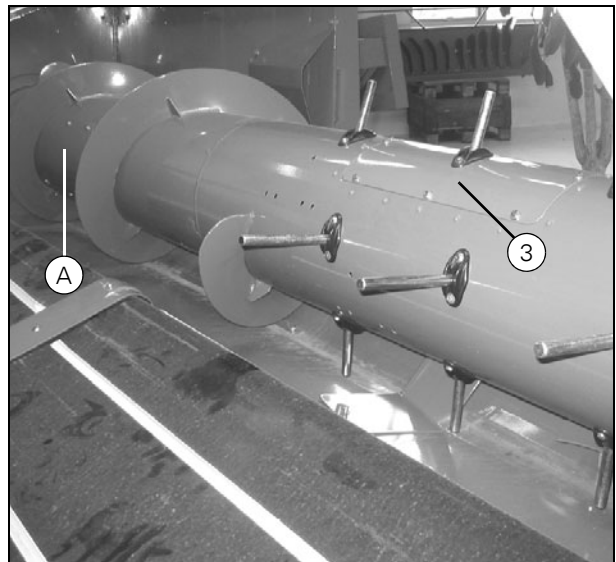

Рисунок 26
3. Выверните болты внутреннего кронштейна через треугольное отверстие (G). Используйте накидной ключ с длинной рукояткой. При наличии поврежденной шнека жатки снимите крышки смотровых люков (З) и (А), (Рис. 26).
1. Снимите крышку смотрового люка (З) (Рис. 26).